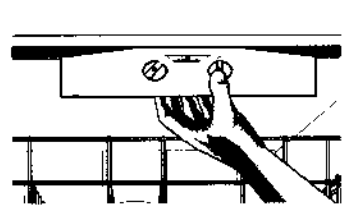

Figura 9a
6. Verifique si el lavavajillas está nivelado de lado a lado colocando un nivel contra la parte superior delantera de la tina. Ver Figura 9a.